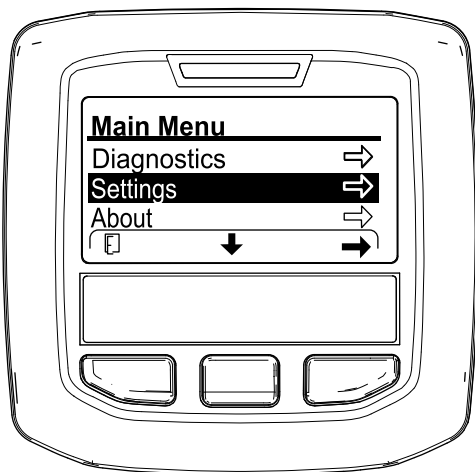

Figure 122
2. Dans l'InfoCenter, naviguez jusqu'au MENU PRINCIPAL (Figure 122).